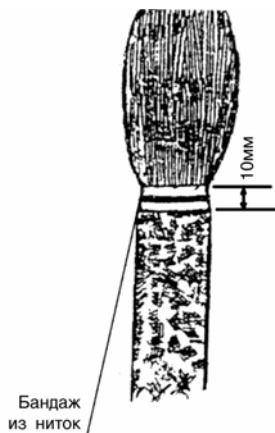

Рис. 10.2. Разделанный конец кабель
10.1.5. На расстоянии 10 мм от среза оболочки сделать бандаж из ниток. За бандажом удалить поясную изоляцию. Нитки, отделяющие пучки или повивы кабеля, обрезать на длине 150 мм, а жилы распушить, отделяя одну от другой. На рис. 10.2 показан разделанный конец кабеля.